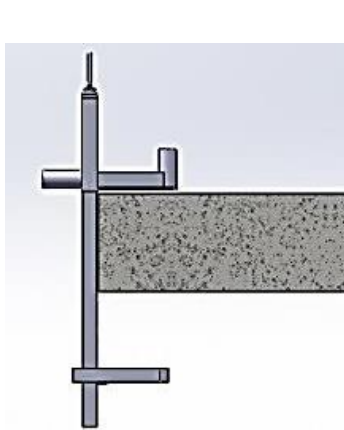
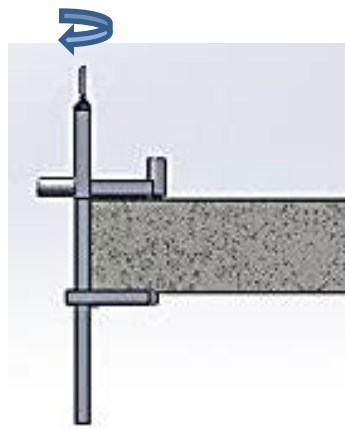

fig. 5
fig. 6
### Montage ( Fig. 5 - 6 - 7 - 8 )
- À l'aide d'une plate-forme de travail en hauteur, placer une première pince en la comparant au bord de l'édifice (fig. 5, page 9). La pince doit être placée **aussi près que possible de le bâtiment**. À ce moment, tourner la manivelle dans le sens horaire pour permettre la fixation sur la dalle (fig. 6, page 9). Tournez la manivelle pour assurer le serrage maximal (couple appliqué dans les essais de certification: 30 Nxm);